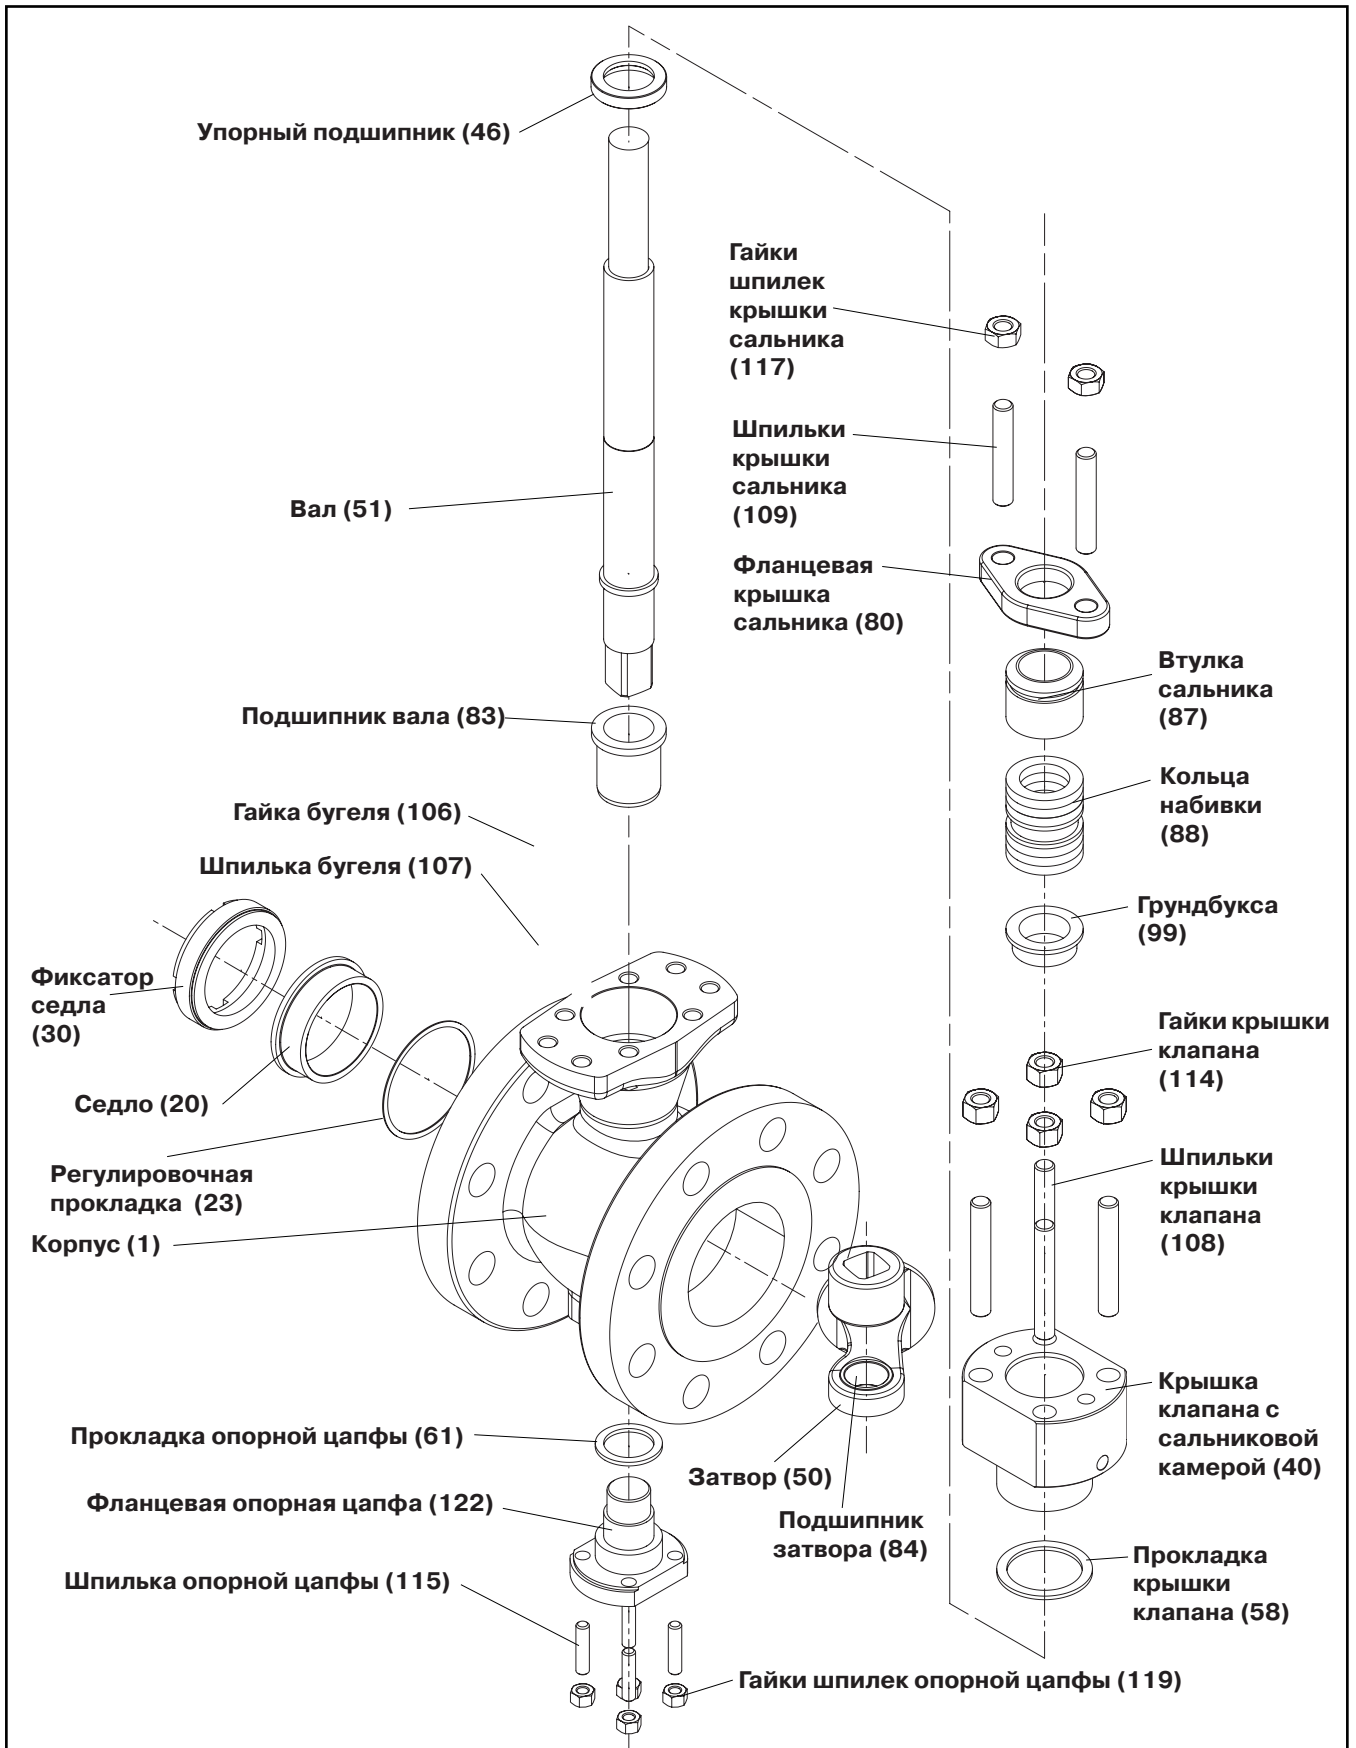

Рисунок 5. Компоновочный узел клапана MaxFlo3 в детальном виде
8. Наденьте подшипник вала на вал до упора в буртик. См. рис. 5.